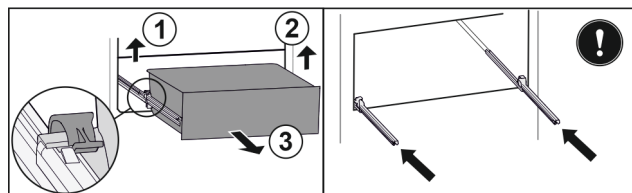

Fig. 137
- ▶ Lyft vänster klämma och dra samtidigt utdragslåda till vänster framåt. Fig. 137 (1)
- ▶ Lyft höger klämma och dra samtidigt utdragslåda till höger framåt. Fig. 137 (2)
- ▶ Ta ut utdragslåda genom att dra den framåt. Fig. 137 (3)